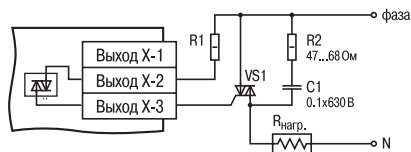

Рис. 17
**Оптосимистор** включается в цепь управления мощного симистора через ограничивающий резистор R1 по схеме, показанной на рис. 17. Значение сопротивления резистора определяет величину тока управления симистора.